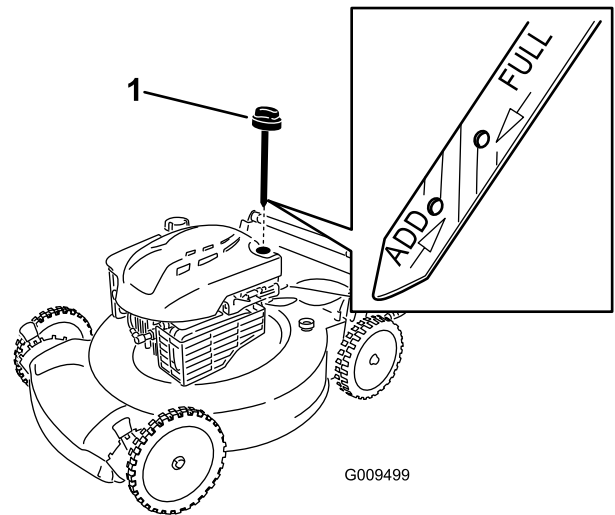

Bild 28
6. Nehmen Sie den Peilstab aus dem Öleinfüllstutzen (Bild 28).